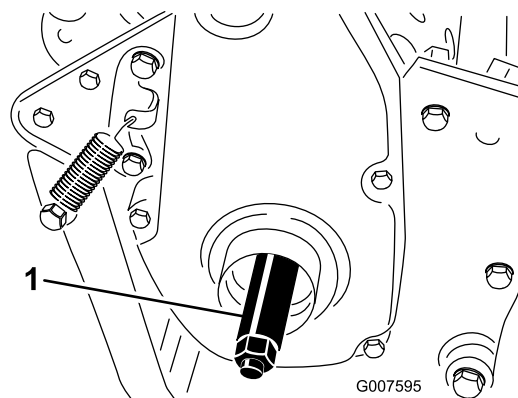

Figura 7
- 3. Enrosque o eixo direito da roda na polia da transmissão do lado direito da máquina (Figura 7).